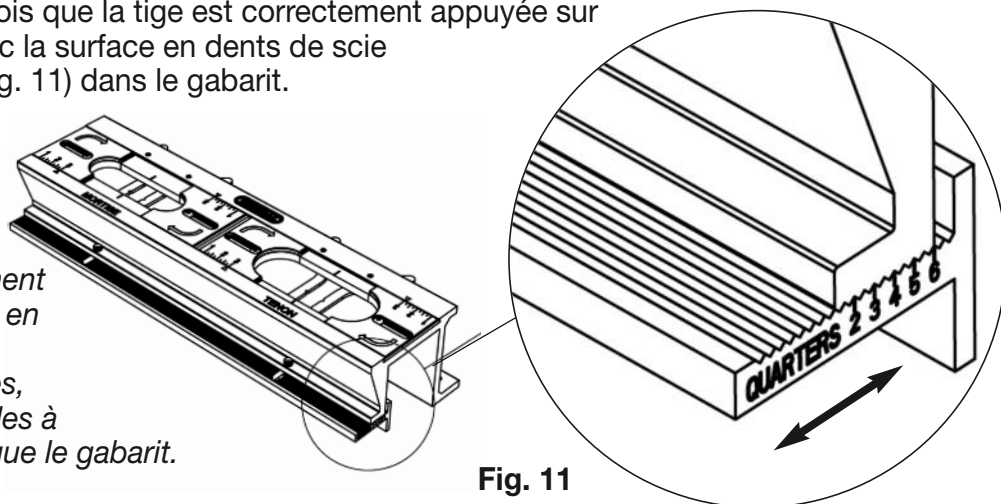

Fig. 11
- Les marques se trouvent sur l'extrémité du tenon de la barre de centrage [4A]. Utilisez ces unités « quarts » pour ajuster l'épaisseur de votre bois en « quarts ». Par exemple, si vous utilisez du bois de 3/4 po (3 quarts), alignez le chiffre « 3 » avec la paroi interne du gabarit (fig. 11) et le bois sera à son centre nominal dans les guides.
- Lorsque vous ajustez la barre de centrage, ainsi que pour maintenir l'alignement parallèle, assurez-vous chaque fois que la tige est correctement appuyée sur le corps du gabarit avec la surface en dents de scie correspondante [4B] (fig. 11) dans le gabarit.